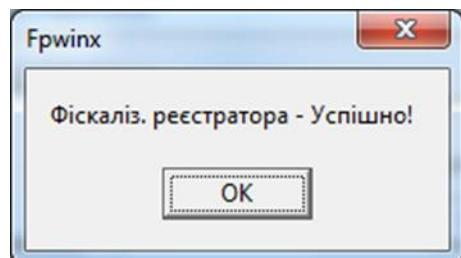

Рисунок 26
5.11 Якщо реєстратор підключено до СОМ-порта комп'ютера, то з'явиться вікно (рисунок 26). Відбудеться перезавантаження реєстратора. Роздрукується чек (рисунок 27).